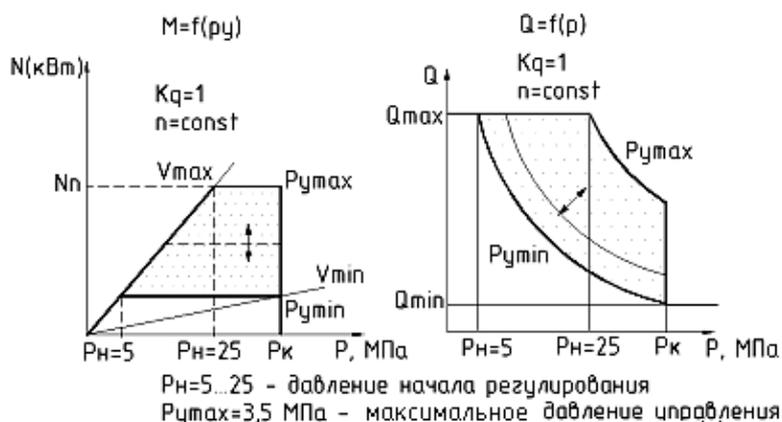

Рисунок 13 – График зависимости крутящего момента M и подачи Q от изменения давления p .
- При отсутствии давления управления $P_y = 0$ (рисунок 13) и наличии давления в регуляторе $P > 3 \text{ МПа}$, насос находится на минимальном рабочем объеме V_{\min} , обеспечивая минимальную подачу Q_{\min} и потребляемую мощность N_{\min} .